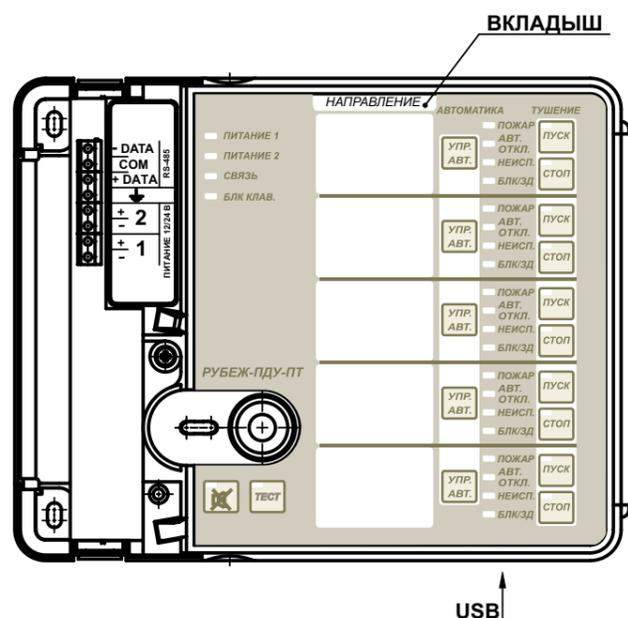

Рисунок 1 – Внешний вид прибора
3.2.7 Извлечь вкладыш (см. рисунок 1) и в столбце «Направление» вписать наименование зон контроля.